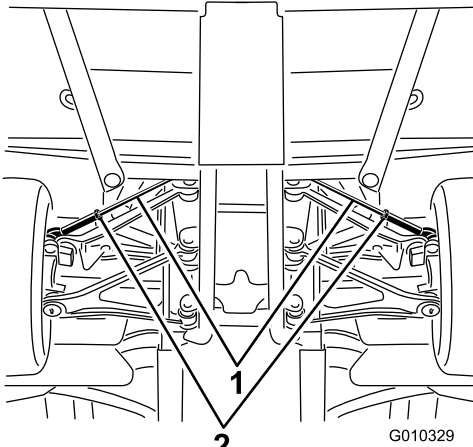

Bild 57
- A. Lösen Sie die Klemmutter in der Mitte der Zugstange (Bild 57).